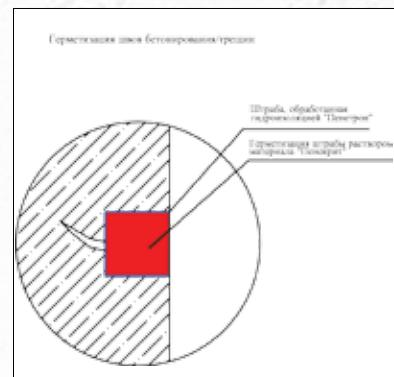

Рис.2
4. Приготовить раствор материала «Пенекрите». Плотно заполнить им штробы (расход материала 1,5 кг/м² при сечении штробы 25x25 мм) (Рис.2).